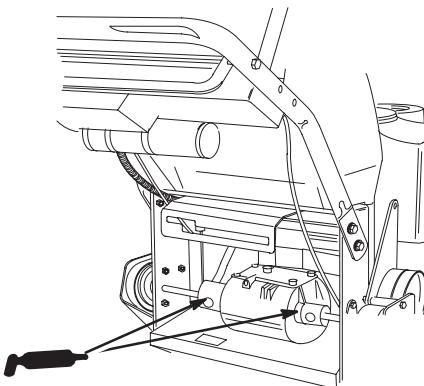

Bild 31
1. Fetten Sie die Kopplungen am Getriebe hinten in der Maschine ein (Bild 31).